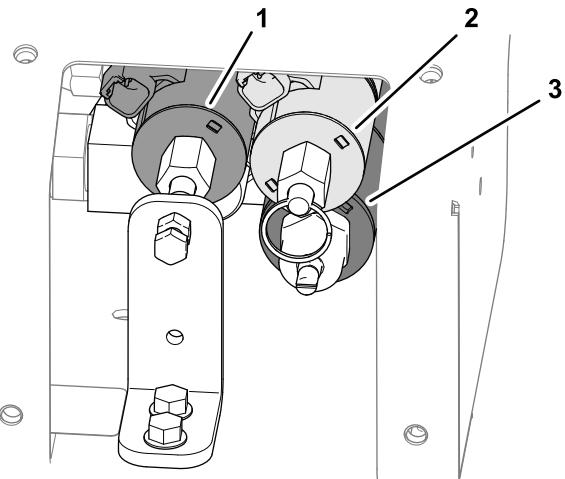

Figure 29
- Localisez les 3 vannes de commande (Figure 29).